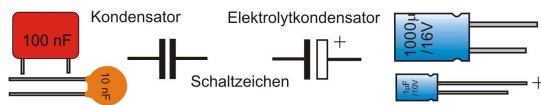

Bild 5: Gebräuchliche Kondensatortypen
Das einfachste Bauelement dieser Gruppe besteht aus zwei gegenüber liegenden Metallplatten. Legt man an sie eine Gleichspannung an, so fließt kein Strom, sondern die Platten laden sich auf und wirken sozusagen als Speicher, die eine bestimmte Kapazität aufnehmen können. Je größer die Fläche der Platten, um so mehr Kapazität - die übrigens in Farad (F) angegeben wird - können sie speichern. Wenn man die Spannung vom Kondensator trennt und die Platten mit einem Draht kurzschließt, entladen sie sich wieder. Bild 5 zeigt zwei unterschiedliche Bauformen: Links der normale Kondensator, rechts der Elektrolytkondensator, auch kurz als Elko bezeichnet. Dieser kann durch seine Aufbauweise wesentlich mehr Kapazität aufnehmen und speichern, da ein chemisches Substrat (Elektrolyt) integriert ist. **Wichtig:** Die Anschlüsse des Elkos sind gepolt, d. h., sie dürfen nicht vertauscht werden. Deshalb ist auch das Schaltzeichen anders. Die positive (Plus-)Seite besitzt ein weißes Feld, die negative ist schwarz.
übrigens in Farad (F) angegeben wird - können sie speichern. Wenn man die Spannung vom Kondensator trennt und die Platten mit einem Draht kurzschließt, entladen sie sich wieder. Bild 5 zeigt zwei unterschiedliche Bauformen: Links der normale Kondensator, rechts der Elektrolytkondensator, auch kurz als Elko bezeichnet. Dieser kann durch seine Aufbauweise wesentlich mehr Kapazität aufnehmen und speichern, da ein chemisches Substrat (Elektrolyt) integriert ist. **Wichtig:** Die Anschlüsse des Elkos sind gepolt, d. h., sie dürfen nicht vertauscht werden. Deshalb ist auch das Schaltzeichen anders. Die positive (Plus-)Seite besitzt ein weißes Feld, die negative ist schwarz.